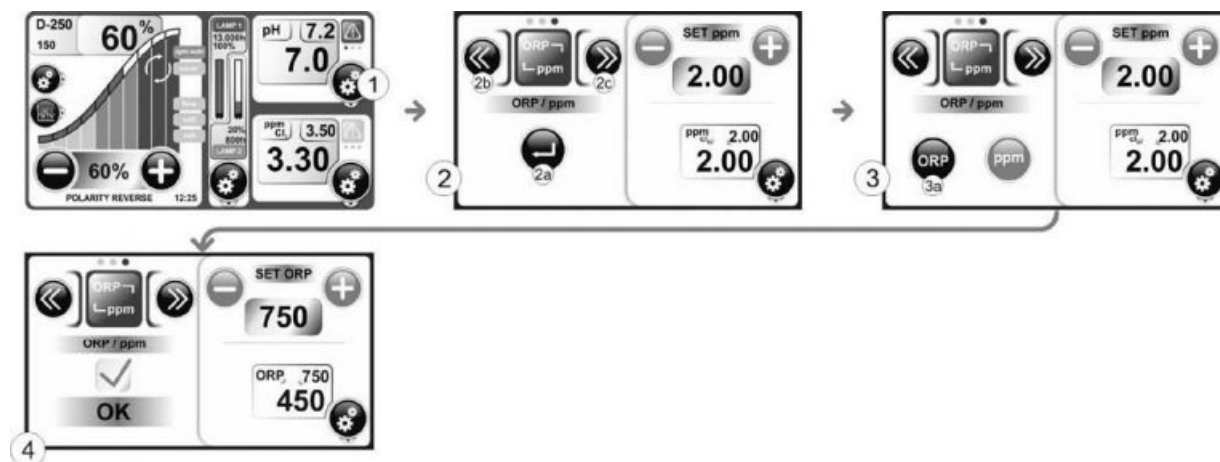

Рисунок 32a
1. Нажмите кнопку SETPOINT [1]. (Рисунок 32a)